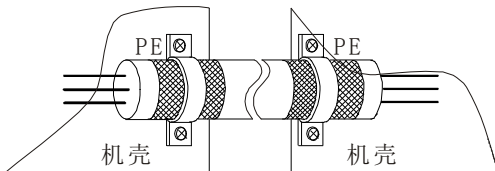

图 3-27 正确的屏蔽接地方法
- (1) 变频器到电动机的线缆(U、V、W端子引出线)应尽量避免与电源线(R、S、T或R、T端子输入线)平行走线。应保持30厘米以上的距离。
- (2) 变频器输出U、V、W端子三根电机线尽量置于金属管或金属布线槽内。
- (3) 控制信号线应采用屏蔽电缆,且屏蔽金属丝网必须通过两端的电缆夹片与金属机箱相连。如图3-27所示: